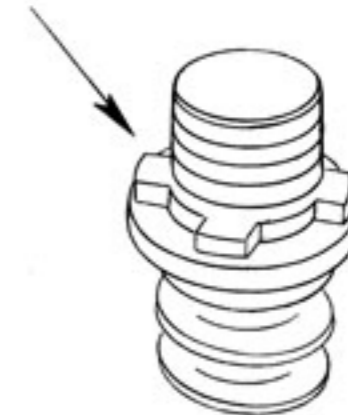

Fig. 4
- Tendre légèrement les ressorts par un mouvement de rotation et engager les crans de l'attache supérieure dans les fentes de la plaque de fourche (Fig. 4 et 5).